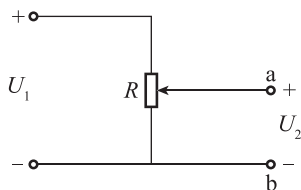

图 1-16 电阻调压器
(1) 电阻串联可获得较大的电阻。
(2) 电阻串联可用来限制、调节电路中的电流大小。如为了控制电动机起动或制动时电流过大, 可在电动机与电源间串联适当的电阻。
(3) 用于降压。当负载电压低于电源额定电压时, 可用负载串联来满足负载接入电源的电压需要。如可将两个相同的 12V 信号灯串联后接到 24V 电源上使用。
(4) 用电阻调压器来改变输出电压。现代汽车电控系统的很多传感器就是应用电位器的分压原理进行工作的, 如图 1-16 所示, 滑动触点就把电阻分成两部分, 当触点